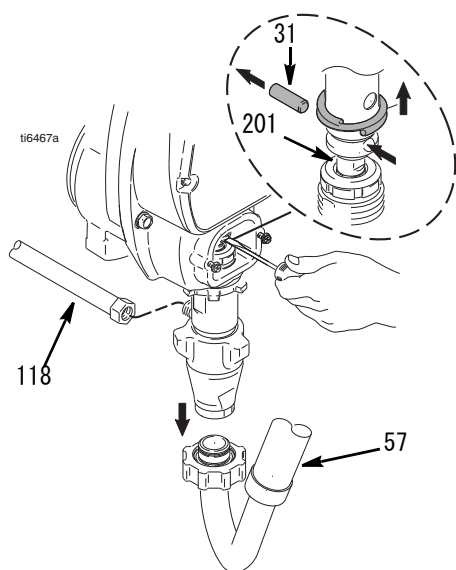

図. 16
3. 図. 16. ピストンロッド (201) が最低位置の状態 でポンプを停止させます。
5. 図. 16. ホース (118) およびサンクションホース (57) を外します。スクリュードライバを使用して下さい。保持スプリングを押し上げ、ピン (31) を押し出します。